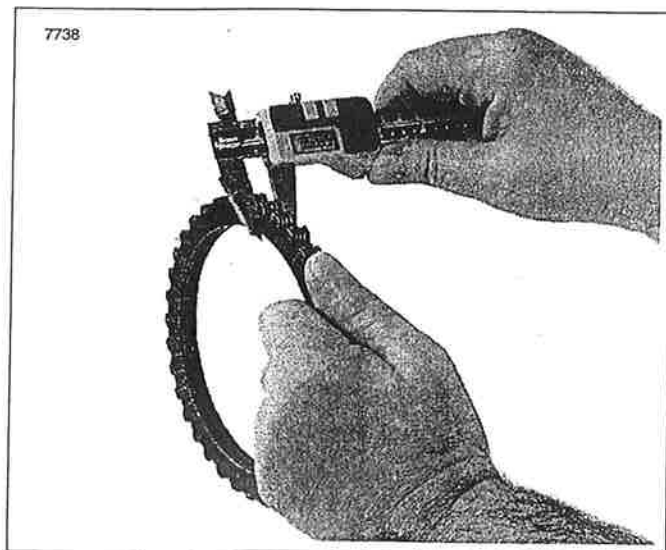

Figura 6-14. Medición de las placas de fricción del embrague
- b. Inspeccione todas las placas de fibra (10) para detectar desgaste o astilladura de las superficies del forro.
- c. Inspeccione cada placa de acero (propulsora) (9) para ver si tiene ranuras.
- e. Vea la Figura 6-14. Limpie el lubricante de las ocho placas de fricción y apílelas una sobre la otra. Mida el espesor de las ocho placas de fricción apiladas con un calibrador de cuadrante o un micrómetro. El espesor mínimo debe ser de 16,79 mm (0,661 pulg.). Si el espesor es menor que el especificado, las placas de fricción y las placas de acero se deben desechar y se debe instalar un juego nuevo de placas de fricción y de acero.